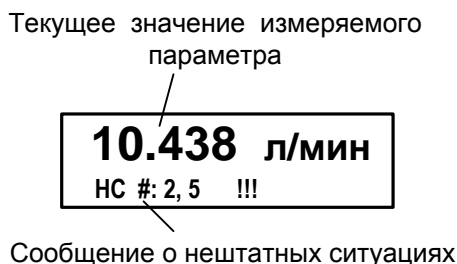

Рис.7. Вид окна индикации с сообщением о НС.
5.1. Неисправности и нештатные ситуации, диагностируемые расходомером, отображаются во второй строке двухстрочного окна укрупненной индикации в виде сообщения (рис.7).